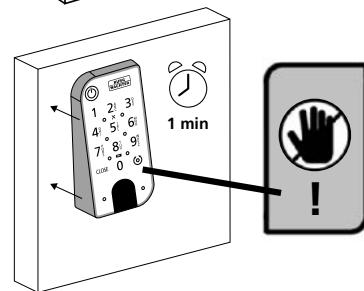

Fig. 9
- ④ Appuyez fermement le clavier contre le mur pendant environ une minute (Fig. 9).